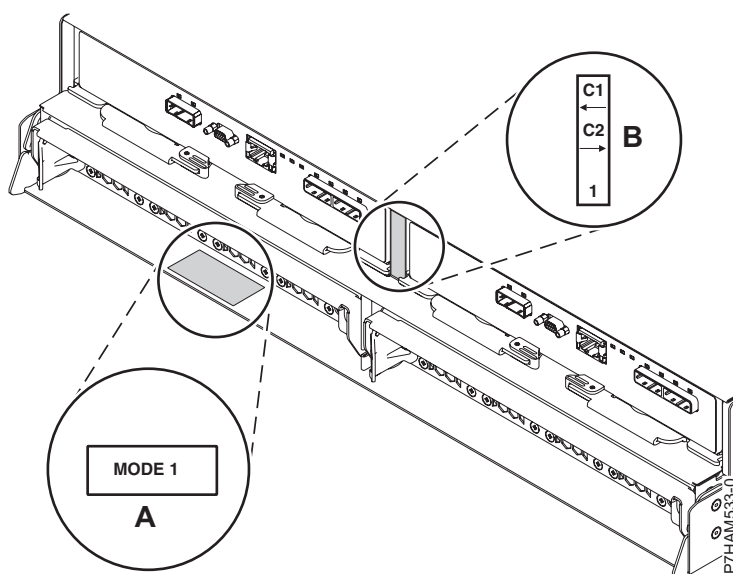

Figura 33. Ubicacions dels adhesius dels modes a la part posterior de l'allotjament de la unitat de disc 5887
2. Confirmeu el mode establert de fàbrica de l'allotjament de la unitat de disc 5887 utilitzant la informació impresa en els adhesius de la part posterior de l'allotjament. Els adhesius estan enganxats als prestatges inferior esquerre del xassís (A) i al centre de suport entre els mòduls ESM (Enclosure Services Manager - gestor de serveis d'allotjament) (B). Els adhesius indiquen si l'allotjament s'ha establert en mode 1, mode 2 o mode 4, tal com es mostra a la Figura 33.